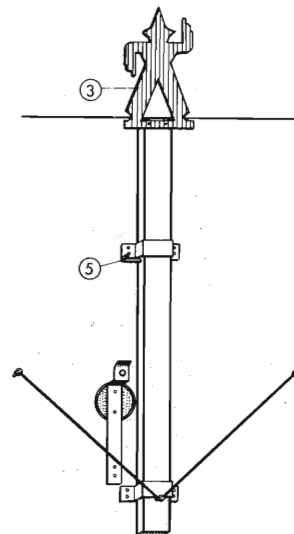

Fig. 105. Premendo sul centro, la figura si alza di colpo.
il dischetto si trova nel foro circolare della tavola e la parte angolata dell'uncino (5) si trova nel foro della linguetta; facendo «centro», il dischetto (1) si sposta, liberando l'uncino (5), ed il listello — tirato dall'elastico — si alza di scatto fino al punto dove il medesimo uncino (5) viene a battere contro il fermo costituito dal cavallotto (4) superiore. L'ometto (3) appare sopra il bordo del tiro a segno (fig. 105).